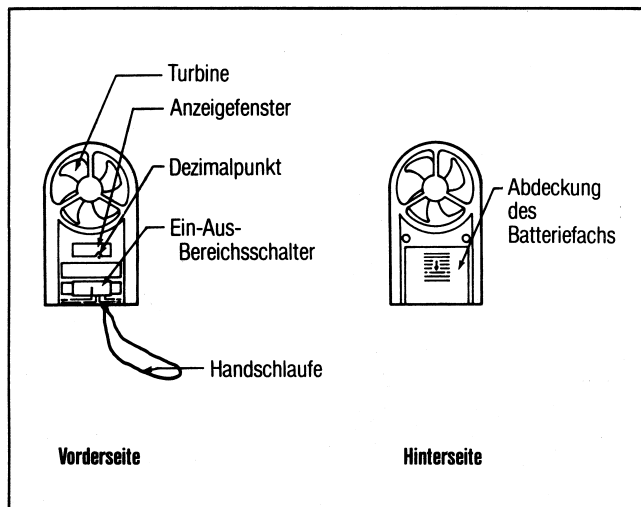

Abbildung 1
- Bewegen Sie den Schiebeschalter zum gewünschten Bereich. Siehe Abb. 1. Es dauert ungefähr 4 Sekunden, bis die genaue Windgeschwindigkeit im Anzeigefenster angezeigt wird. Wenn der Wind nicht ausreicht, um die Turbine in Drehung zu versetzen, zeigt die Anzeige entweder 000 oder 001.